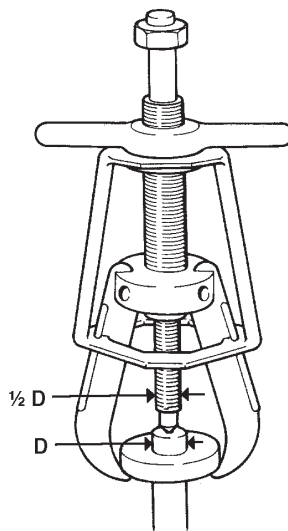

Figura 2, Tamaño relativo del perno central frente al diámetro del eje
- El diámetro del perno central del extractor mecánico debe ser al menos la mitad del diámetro del eje del que se extraerá el objeto. (Véase la figura 2)